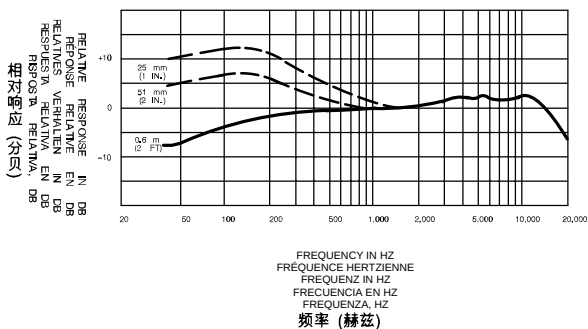

FIGURE 2 · ABBILDUNG 2 · FIGURA 2
5. Die Platzierung des Mikrofons in der Nähe der Schallquelle verbessert das Baßverhalten (Abbildung 2). Dieses Phänomen ist als Naheffekt bekannt und kann zur Erreichung eines volleren Tons und zur Änderung der Baßausgabe eines Instrumentes ohne Verwendung der Klangregler eingesetzt werden. Der Naheffekt ist vor allem für Gesangsstimmen bei leisen Passagen vorteilhaft, bei denen eine Hervorhebung benötigt wird.
40...18 000 Hz (siehe Abb. 2)